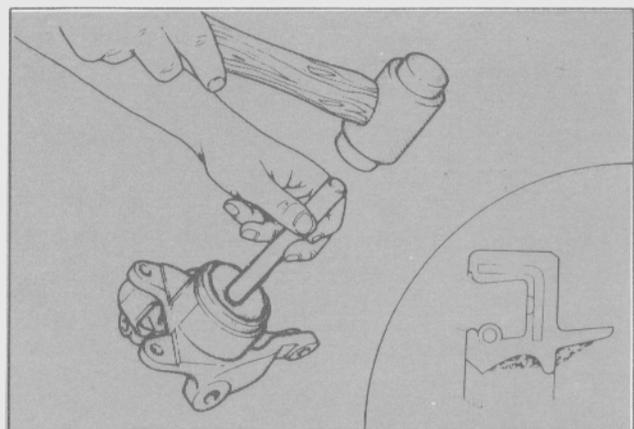

Fig. 9. Colocación del retén de grasa con la herramienta especial T84G-1220-BAS.
- Instalar un nuevo retén de grasa (Fig. 9).